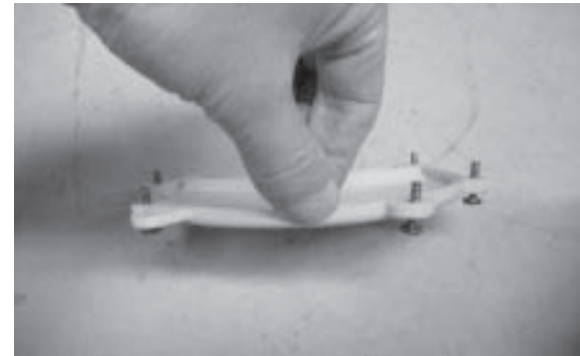

Рис. 13
**ПРЕДУПРЕЖДЕНИЕ.** Чтобы избежать непреднамеренной потери крепежных винтов на щитке, прекратите откручивать их после того, как щиток будет снят. При использовании электрического/пневматического шуруповерта будьте вдвойне осторожны, чтобы случайно не выкрутить винты полностью из щитка. Правильное положение винтов после откручивания см. на Рис. 13.